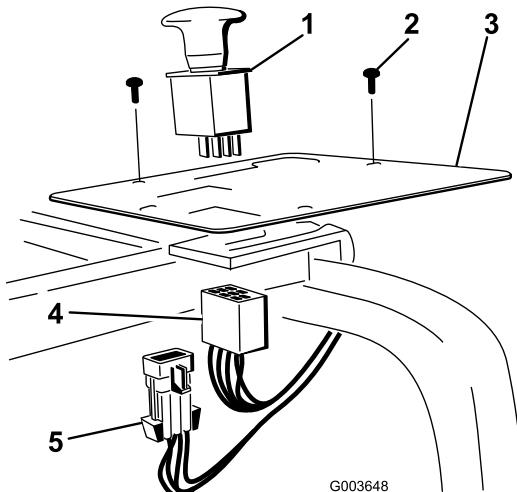

Bild 34
- Nehmen Sie den Kunststoffstopfen vom Armaturenbrett ab und installieren Sie den Schalter (Bild 34).
- Befestigen Sie den Kabelbaum am Schalter im Armaturenbrett (Bild 34).
6. Befestigen Sie den Hauptkabelbaumstecker am Hauptkabelbaum (Bild 34).